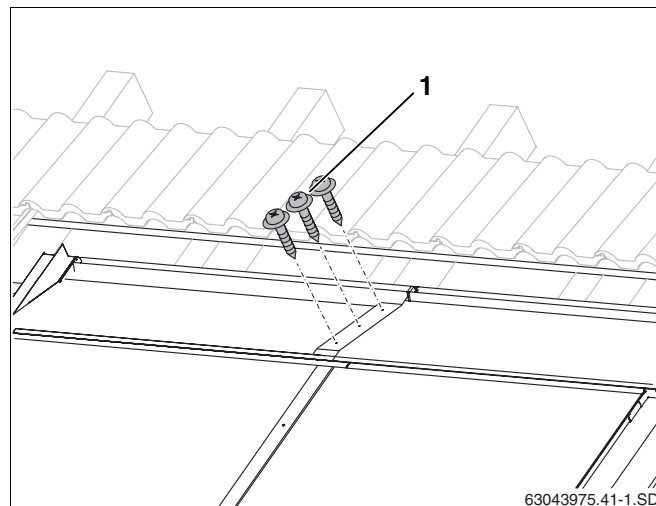

Рис. 58 Соединение верхних накладных листов саморезами
- Места перехлеста листов закрепить двумя прилагаемыми саморезами длиной 25 мм (рис. 58, поз. 1).